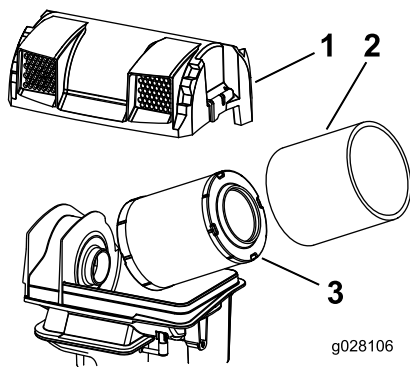

Figure 22
3. Sortez les éléments en mousse et en papier (Figure 22).
4. Sortez l'élément en mousse de l'élément en papier (Figure 22).
2. Posez les éléments filtrants sur la base du filtre à air (Figure 22).